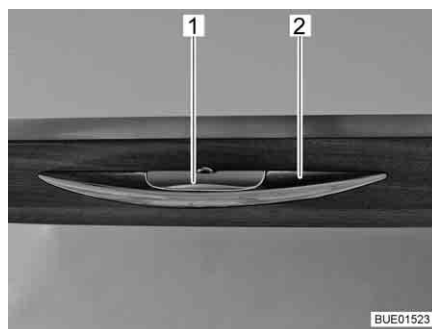

Bild 53 Möbelklappe mit Entriegelungsgriff
- Entriegelungsgriff (Bild 53,1) drücken und gedrückt halten.
- Am Griff (Bild 53,2) ziehen, bis die Möbelklappe offen ist.